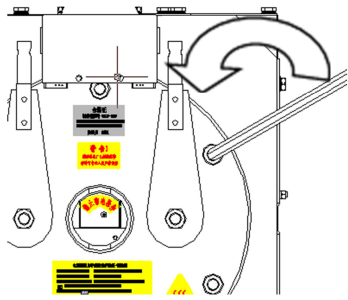

图 3 转动紧固螺栓示意图
2. 松紧固螺栓：逆时针转动紧固螺栓（见 P3 图 3）（松开紧固螺钉后方可松动空心螺栓）；